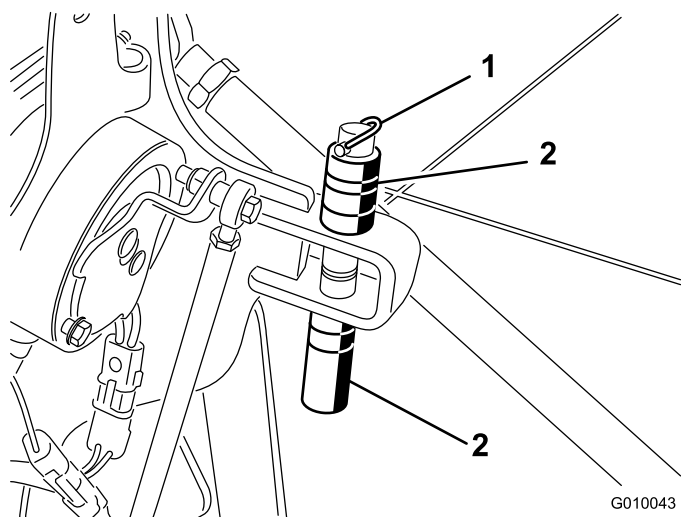

図 29
1. スペーサと深さピンを止めているリンチピンを外す (図 29)。